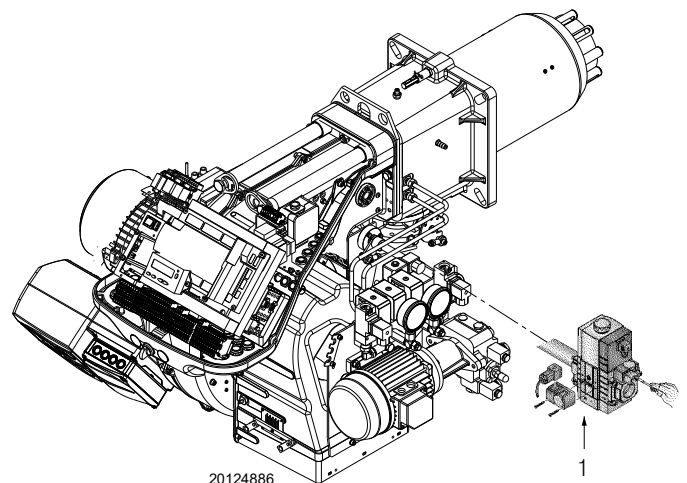

Fig. 40
- Contrôler la pression d'alimentation du gaz en raccordant un manomètre sur la prise de pression 1)(Fig. 40) du pressostat gaz seuil minimum: elle doit être inférieure à la pression maximale admise pour la rampe gaz qui est indiquée sur la plaque des caractéristiques.
- Purger l'air des tuyaux de la rampe gaz, en raccordant un tuyau en plastique sur la prise de pression 1)(Fig. 40) du pressostat gaz seuil minimum. Porter le tuyau de purge à l'extérieur de l'édifice jusqu'à sentir l'odeur du gaz.